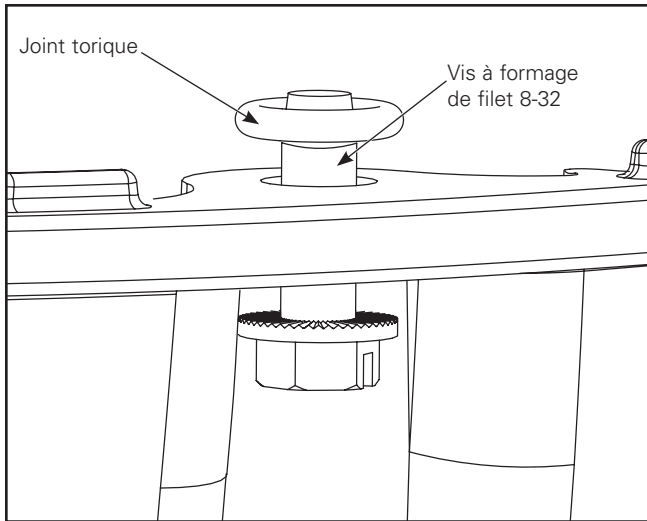

Figure 1.
1. Insérez les vis à formage de filets 8-32 x 6,3 mm fournies dans les orifices de montage. Placez des joints toriques de 3,2 mm sur les filets pour maintenir les vis au réfracteur. (Figure 1.)